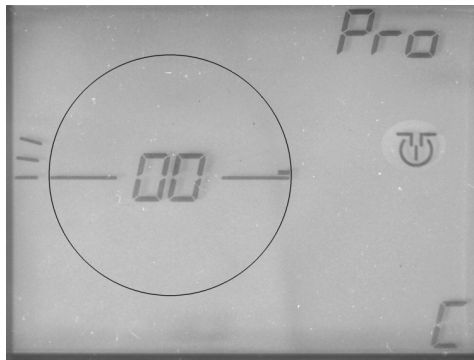

Fig. 14 4. Abgang anfahren
- Drehen Sie den **roten Drehknopf**, bis die Brücke die Position des vierten Abganges (für unser Beispiel: Position „3 Uhr“) erreicht hat (Fig. 14).